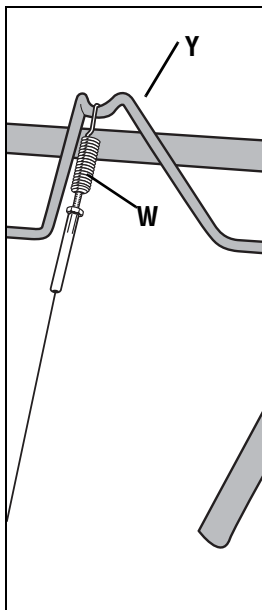

Fig. 2-6: Una el resorte del cable del embrague de marcha directa al
a. Con el gancho del embrague de marcha directa (Y, Fig. 2-6) en posición abierta (suelto), mida la longitud del resorte del cable (W) desde la bobina exterior hasta la bobina interior.